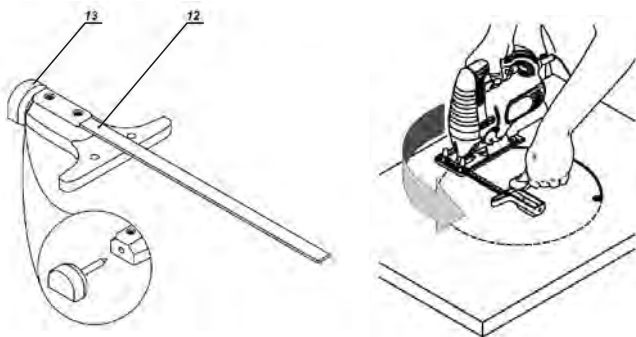

fig.4 – dibujo demostrativo del corte circular
La barra guía para cortes paralelos/circulares (12) y perno central (13), permiten hacer cortes circulares con el radio deseado, fig. 4.
- El perno central (13) deberá ser colocado en la barra guía (12), fig. 4.
- Mueva la barra guía (12), de manera que determine el radio del corte.
- Coloque el perno del centro (13) en el orificio central y comience el corte moviendo el aparato a través del círculo.